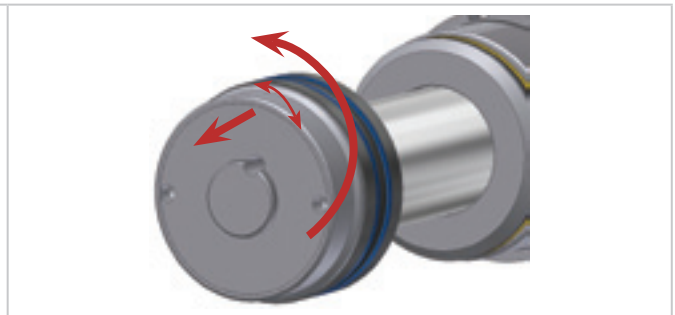

Fig. 7 Enlever l'écrou borgne/ desserrer le piston
- Faites pivoter le piston plusieurs fois de +/- 5 mm dans un mouvement de va-et-vient pour l'empêcher de se gripper (voir fig. 7).